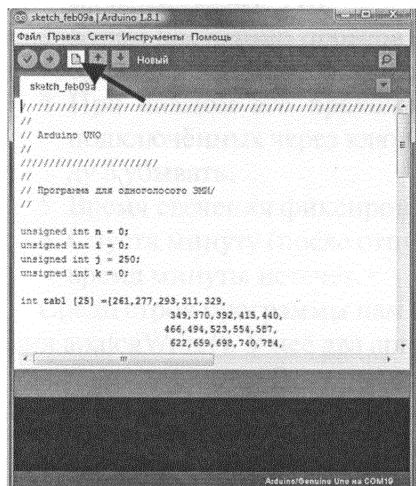

Рис. 1
4. В появившемся окне (рис. 1) нажимаем кнопку «Новый».